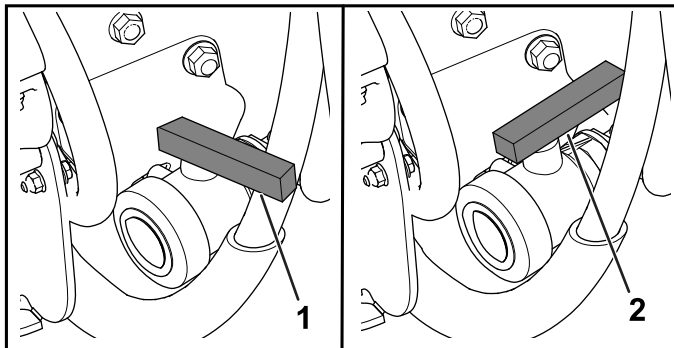

Figura 94
- Abra la válvula para vaciar del depósito todo el material no utilizado (Figura 94).
- Cierre la válvula de vaciado (Figura 94).